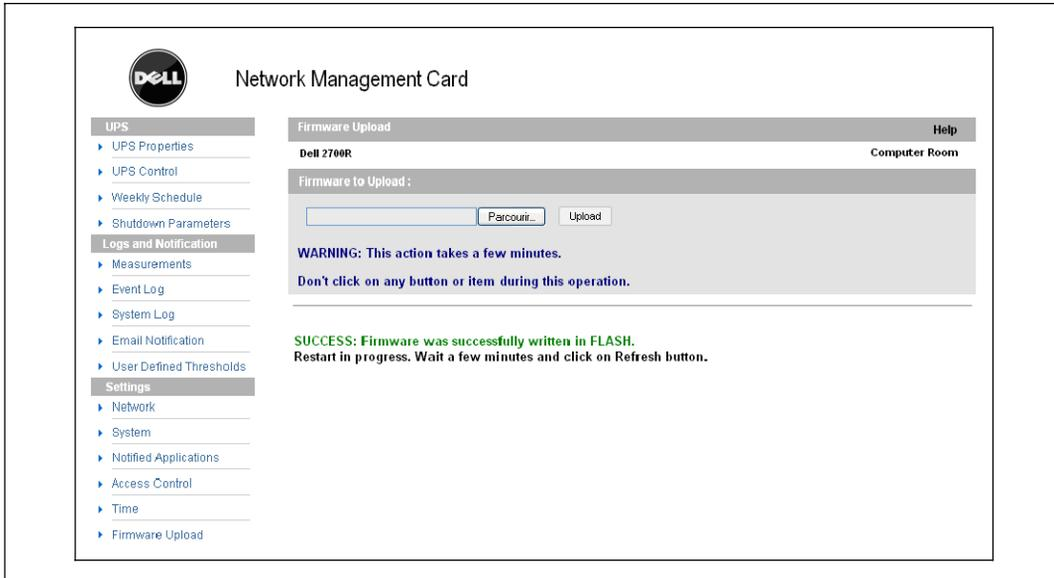

Рис. 47. Ответ Встроенное программное обеспечение успешно записано
**ПРИМЕЧАНИЕ:** Выгрузка может занять до пяти минут. Не прерывайте данную операцию, пока карта не выведет на экран подтверждение успешной выгрузки встроенного программного обеспечения (Рис. 47).